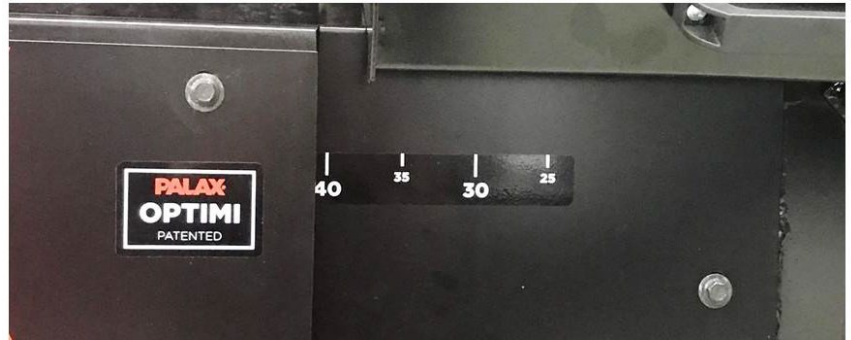

Bild 6
2.8 Reglering av klyvningslängden, bild 6
- ❑ Klyvningslängden regleras med manöverdonet (OPTIMI, bild 11) och till sin hjälp har man måttskalan som finns på maskinramen (bild 6).